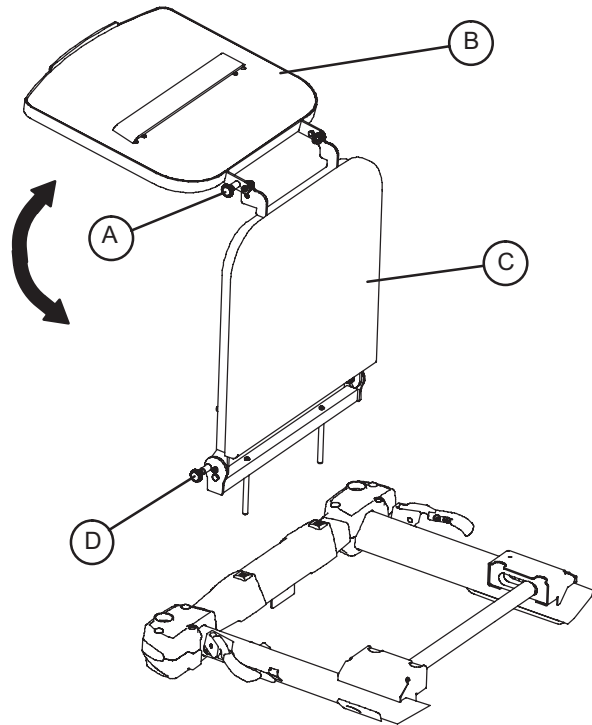

Figure 15 - Tablette de rallonge/porte-défibrillateur en option - Côté pied
Pour utiliser en tant que tablette porte-défibrillateur, tirer le bouton supérieur (A) et faire pivoter la tablette (B) par dessus la rallonge (C) jusqu'à ce que la tablette se déploie à plat par dessus le côté pied du chariot, comme illustré dans la figure 15.
Pour utiliser en tant que rallonge, tirer le bouton (A) et faire pivoter la tablette porte-défibrillateur en sens inverse jusqu'à ce qu'elle s'enclenche contre la rallonge (C). Tout en maintenant l'ensemble, tirer le bouton du bas (D) et abaisser la rallonge à l'horizontale jusqu'à ce qu'elle soit à plat, comme illustré dans la figure 15.